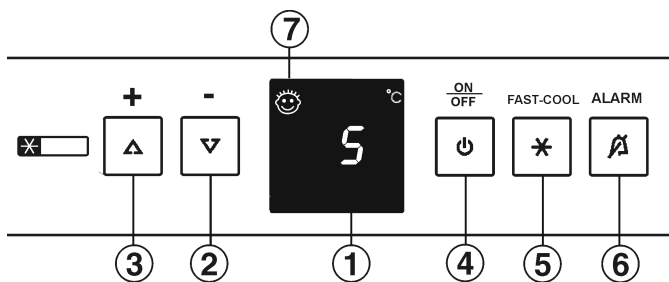

Fig. 2
- ▶ Toets On/Off *Fig. 2 (4)* indrukken.
- ▶ Instelmodus activeren: Toets Fast-Cool *Fig. 2 (5)* ca. 5 s indrukken.
- ▶ Met insteltoets "+" *Fig. 2 (3)* en insteltoets "-" *Fig. 2 (2)* h selecteren.
- ▶ Bevestigen: Toets Fast-Cool *Fig. 2 (5)* kort indrukken.
- ▶ Display lichter instellen: insteltoets "+" *Fig. 2 (3)* indrukken.
- ▶ Display donkerder instellen: insteltoets "-" *Fig. 2 (2)* indrukken.
- ▶ Bevestigen: Toets Fast-Cool *Fig. 2 (5)* indrukken.
- ▶ Instelmodus deactiveren: Toets On/Off *Fig. 2 (4)* indrukken.